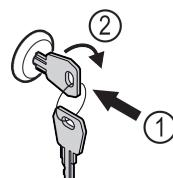

Fig. 192
- 按入钥匙。Fig. 192 (1)
- 将钥匙顺时针转动 90°。Fig. 192 (2)